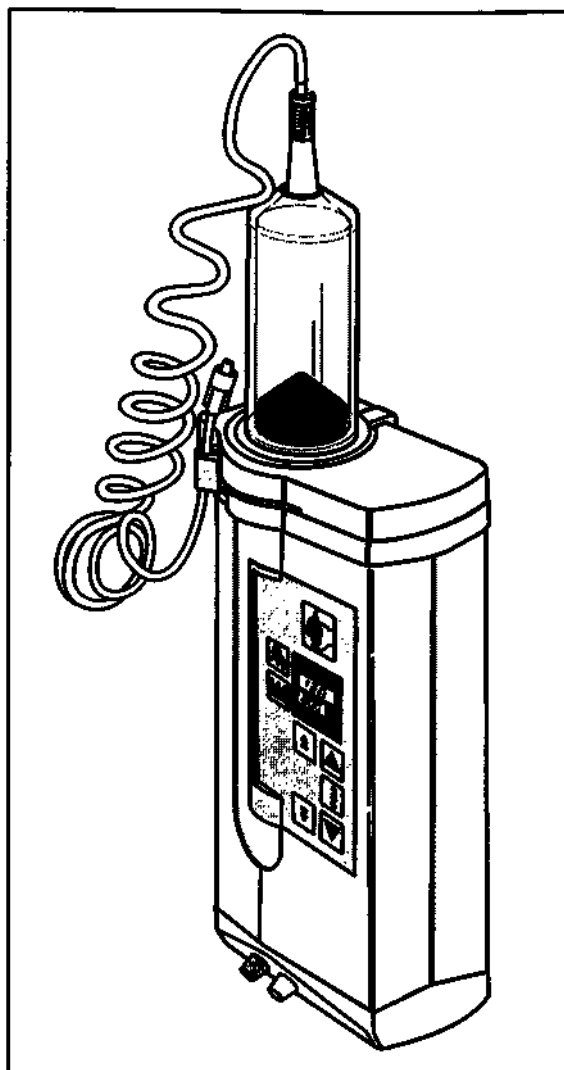

Рисунок 5-18
- В ожидании готовности к инъекции закрепить удлинительную трубку в пазу рычажка прижимной пластины. См. Рисунок 5-18. Непосредственно перед инъекцией повернуть рабочую головку таким образом, чтобы шприц был ниже горизонтали с наконечником шприца, направленным вниз в течение всего времени проведения инъекции.